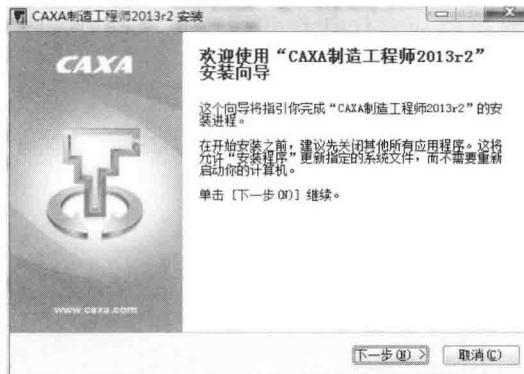

图 1-9 安装向导配置界面
- [2] 选择“制造工程师安装”，系统自动配置安装向导，如图 1-9 所示。单击【下一步】按钮继续安装。